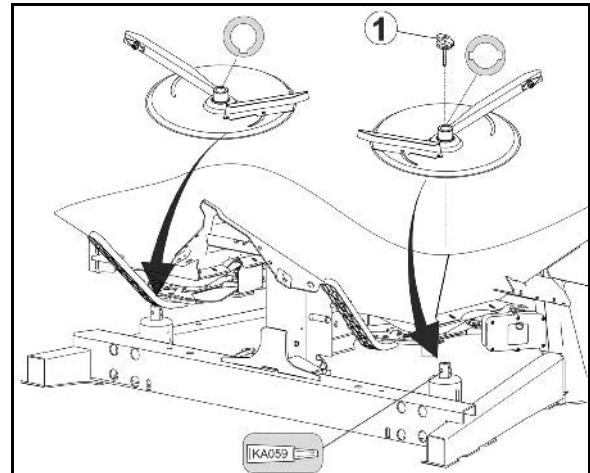

Fig. 42
1. Remove the wing nut (Fig. 42/1).